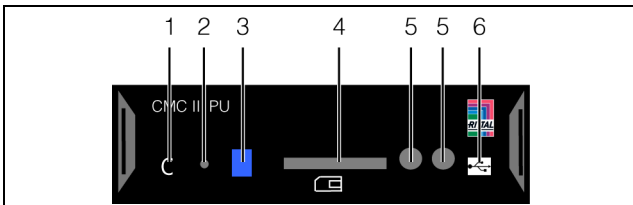
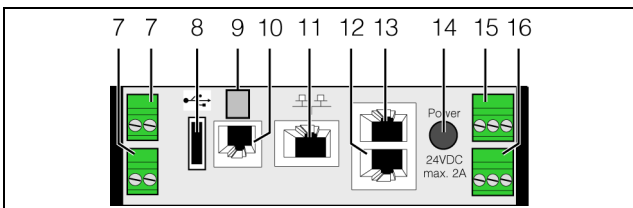

Imagen 10: Frontal de la CMC III PU
Imagen 11: Parte trasera de la CMC III PU
En el frontal de la CMC III PU se encuentra integrado un multi-led para la indicación del estado (imagen 10, pos. 3). En la conexión Bus CAN (imagen 11, pos. 12 y 13), así como en la interfaz ethernet (imagen 11, pos. 11) de la parte trasera se encuentran más leds.
- Conecte el aparato mediante un cable de red a través de la interfaz Ethernet a su ordenador (imagen 11, pos. 10).
- Conecte la CMC III PU con un cable de red con su ethernet-LAN (imagen 11, pos. 10).